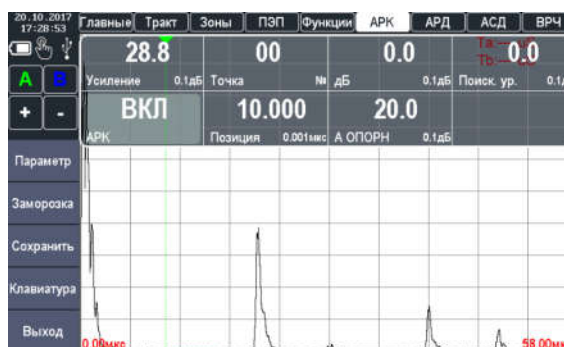

Рисунок 2.49 – Включение режима АРК
1. Включить функцию записи точек АРК («АРК – ВКЛ»), см. рис. 2.49.